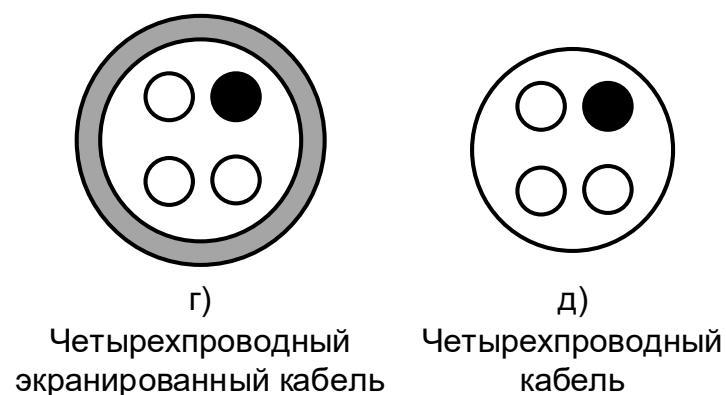

Рисунок 4-10 Типы силовых кабелей
- Для обеспечения меньшего уровня электромагнитного излучения необходимо использовать экранированные силовые кабели с симметричными заzemляющими проводниками (Рисунок 4-10);
Использование для подключения двигателя симметричного экранированного кабеля (Рисунок 4-10, а) по сравнению с четырехпроводным обеспечивает меньший уровень электромагнитного излучения всей системы привода, а также меньшие токи через подшипники двигателя и их износ.
При использовании экрана кабеля в качестве проводника защитного заземления (Рисунок 4-10, б) его сечение должно соответствовать значениям, указанным в таблицах 4-2, 4-3. При невыполнении этого условия рекомендуется использовать кабель с симметричными проводниками защитного заземления (Рисунок 4-10, а) или отдельный проводник заземления (Рисунок 4-10, в).